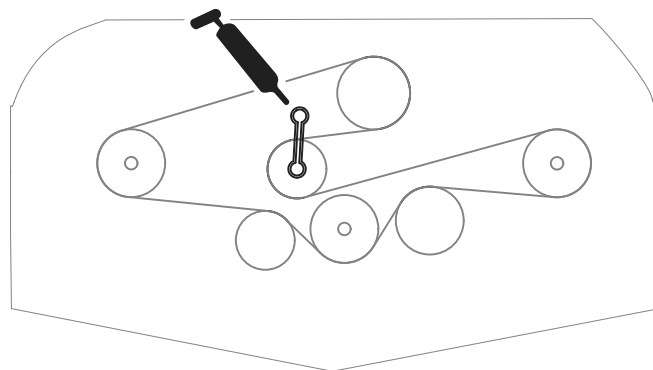

Рисунок 15
- Подшипники валов рычагов натяжных роликов (Рисунок 15)